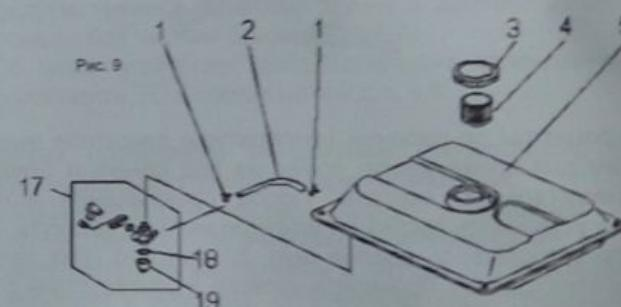

Рис. 9
2. Снять крышку бензобака (поз.4 рис.9) и колпачок крана подачи бензина (поз.19 рис.9), стараясь не повредить уплотнения. Слив остатки топлива во вспомогательную емкость.
3. Удалить загрязнения с фильтров (поз.18 и поз.4 рис.9) промыванием в легком растворителе (типа №646) и продувкой. Высушить фильтры и установить их на место.